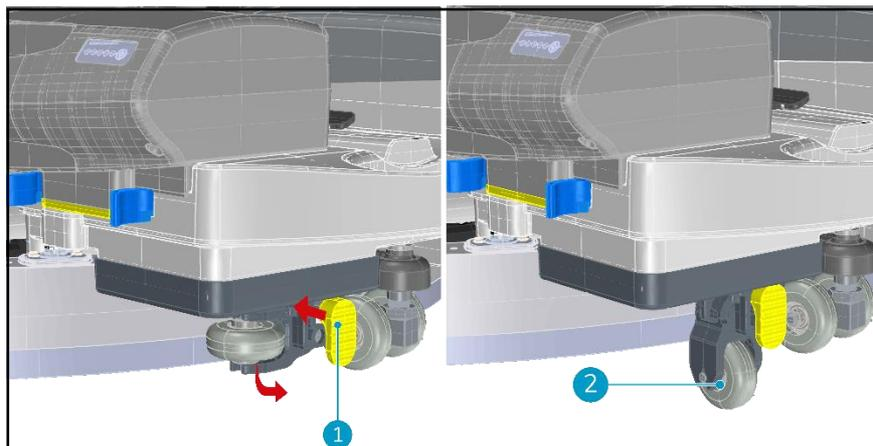

Figura 25
2. Empurrar a alavanca (Figura 25, pos. 1) seguindo a seta .
3. Puxar o kit de elevação para baixo. A roda desce (Figura 25, pos. 2).